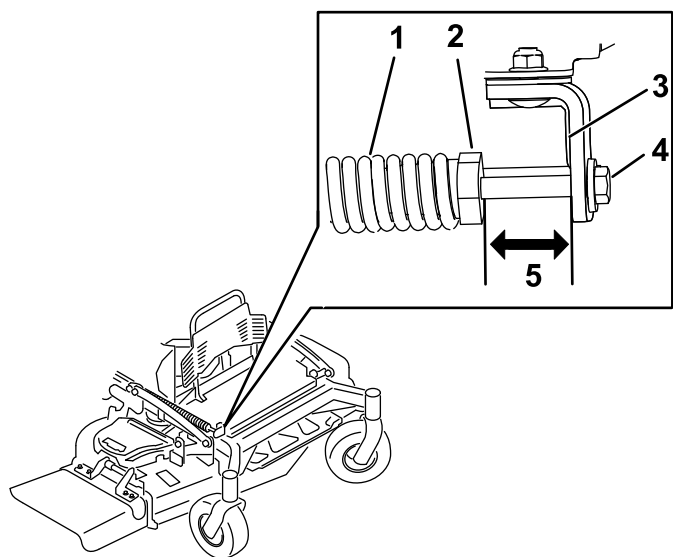

Figure 85
2. Vérifiez la distance entre l'écrou de ressort et l'arrière du support soudé (Figure 85).
3. La distance doit être comprise entre 47 et 50 mm (1,8 et 2 po), comme montré à la Figure 85.
4. Au besoin, réglez la distance en ajustant le boulon sur l'avant du support (Figure 85).